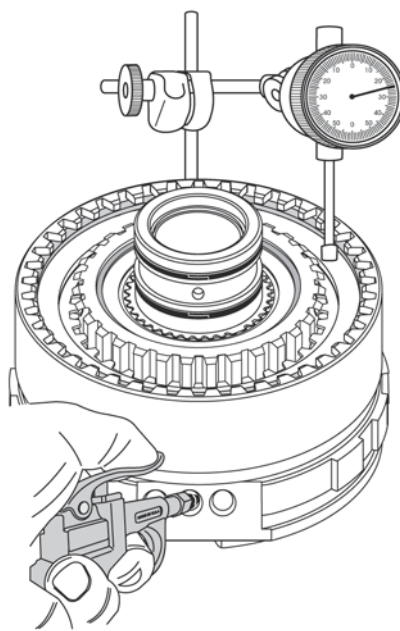

Figura 151
14. Monte o relógio comparador com sua ponta sensora apoiada na placa de reação, conforme mostra a figura 151, e zere o relógio.
15. Aplique ar comprimido, conforme mostra a figura 151, e meça a folga da embreagem de baixa.